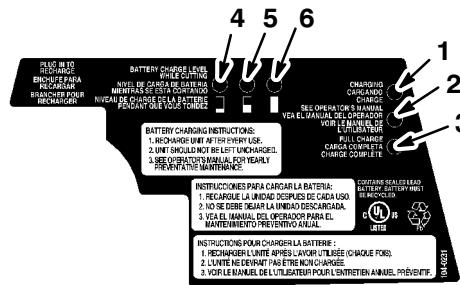

Figure 9
4. Les trois voyants LED disposés verticalement sur le panneau de commande indiquent le mode de charge de la batterie (Fig. 9). Leur signification est donnée dans le tableau de la page 10.
Les trois voyants LED disposés horizontalement en haut du panneau de commande indiquent approximativement la charge dont la batterie dispose encore durant l'utilisation de la tondeuse (Fig. 9). Les indications de ces voyants ne